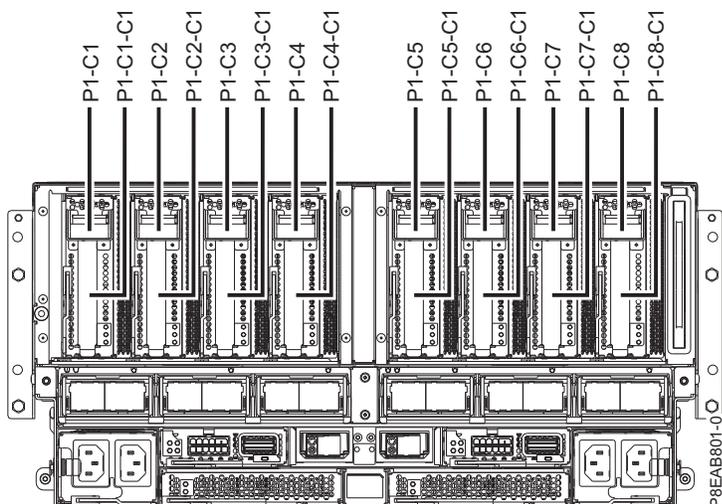

図 25. システムの PCIe アダプター・スロットの位置
1. PCIe アダプターを取り付けるスロットを決定します。PCIe アダプターのスロットはシステムの背面にあります。27 ページの図 25 は、PCIe アダプターのロケーション・コードを示しています。